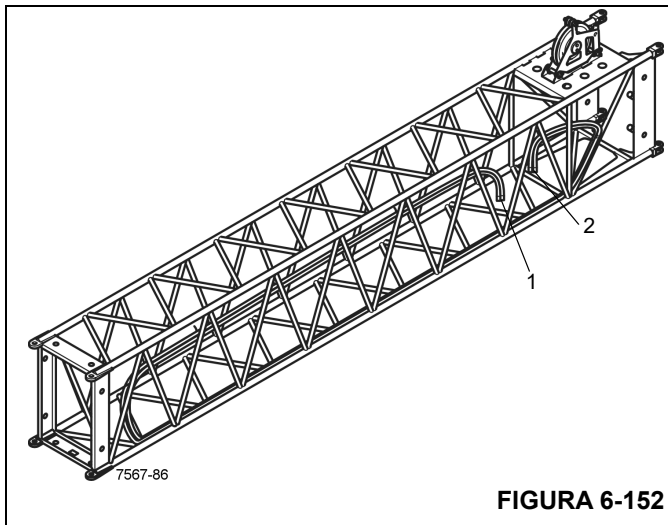

FIGURA 6-152
Todas las líneas hidráulicas se ubican en la extensión de 26 pies (8 m) (Figura 6-152). Las mangueras se instalan de manera que los extremos cortos queden ubicados hacia la parte trasera y los extremos largos hacia la parte delantera de la extensión.
Los extremos largos (1), (Figura 6-152), de las mangueras se suspenden de abrazaderas.
Los extremos cortos (2), (Figura 6-152), de las mangueras se ponen en la parte trasera del tirante transversal inferior.